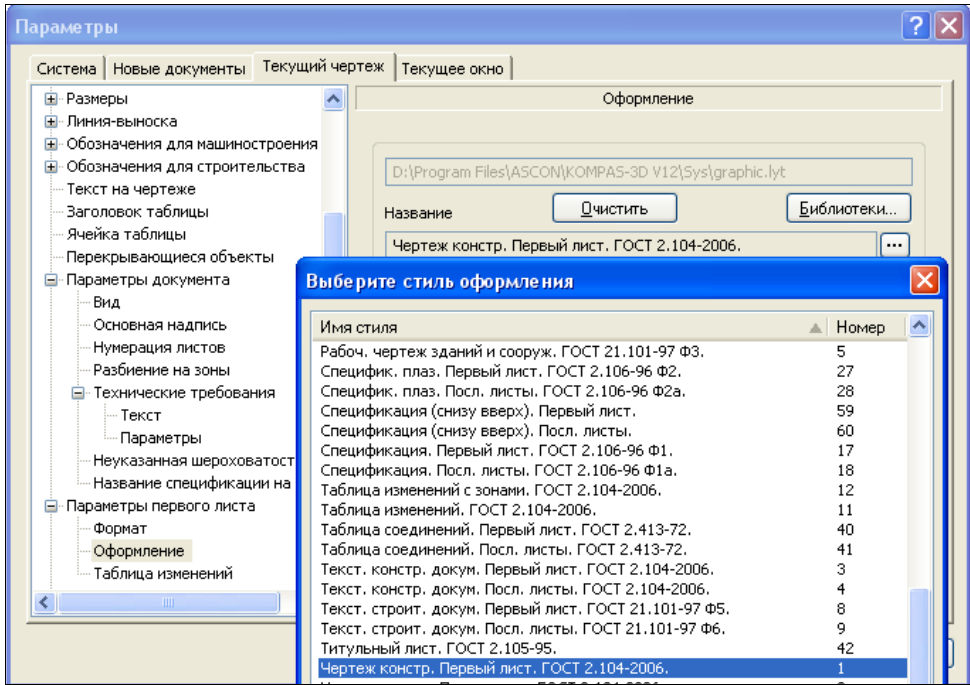

Рис. 13.7. Диалоговое окно **Параметры** с открытым диалогом **Выберите стиль оформления**
- ◆ нажмите ЛК мыши на кнопке с тремя точками. Система выведет на экран диалоговое окно **Выберите стиль оформления** (рис. 13.7);